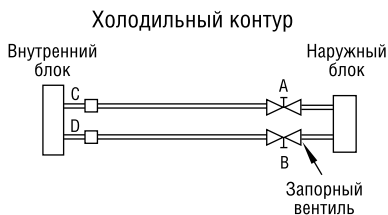

Рис. 22
1. Плотно затяните накидные гайки А, В, С и D (рис.22). Подключите заправочный шланг манометрического коллектора к запорному вентилю низкого давления (газовая труба).